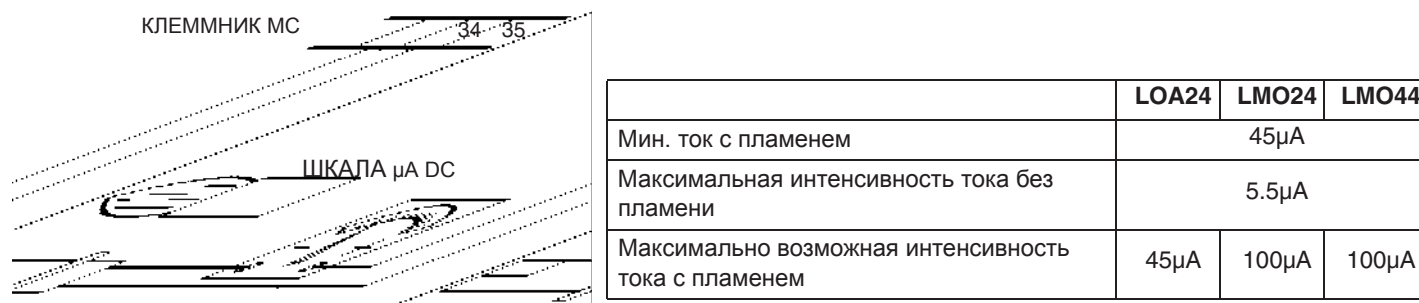

Рис. 20
- Проверить и тщательно почистить фоторезистор улавливания пламени, если необходимо заменить его. В случае возникновения сомнения, проверить контур улавливания пламени после установки на место горелки и ввода ее в действие, следуя схеме на Рис. 20;